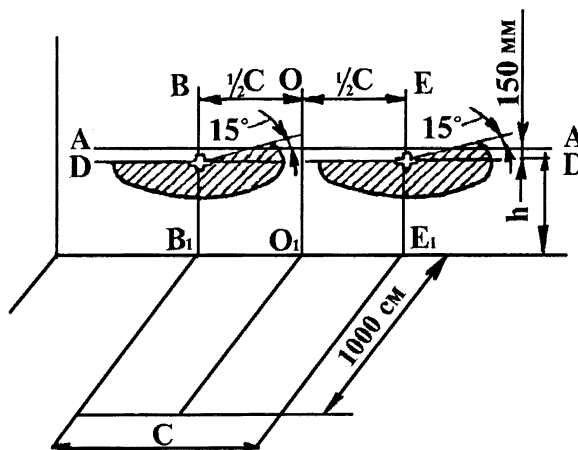

Рис. 59 Разметка экрана и регулировка передних фар:
- произведите разметку экрана, как показано на рис. 59. При этом линию центров фар А-А нанесите на экране на расстоянии, равном высоте расположения центров фар над уровнем грунта, а линии В-В₁ и Е-Е₁ на расстоянии С (размер между центрами фар по горизонтали). Расстояние измерьте непосредственно на тракторе. Давление воздуха в шинах при этом должно соответствовать рекомендуемым нормам;